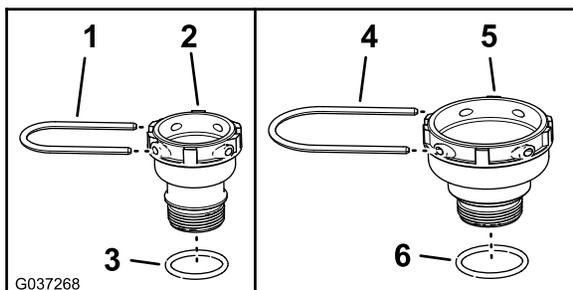

Figura 4
- Montate l'O-ring da 1½" x 1-13/16" (38 x 46 mm) sul raccordo da 1¼" (31,8 mm) come illustrato nella Figura 4.
- Montate l'O-ring da 1¾" x 2-3/32" (45 x 53 mm) sul raccordo da 1½" (38,1 mm) come illustrato nella Figura 4.